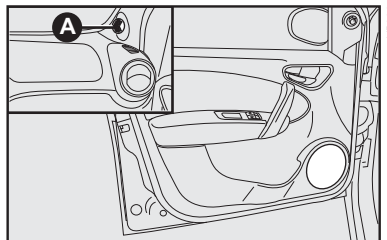
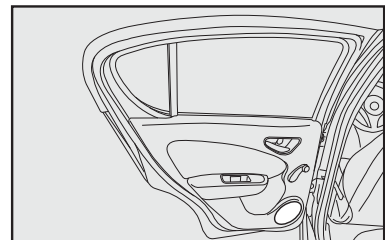

fig. 105
fig. 106
- Altoparlantes en las puertas delanteras **fig. 105** y traseras **fig. 106**.
- Tweeters (15W) en las columnas de las puertas delanteras, detalle **A-fig. 105**.